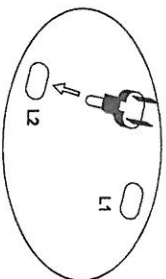

Fig. 3a
- 2) Inserire il portalamпада nella sede (Fig.3a)